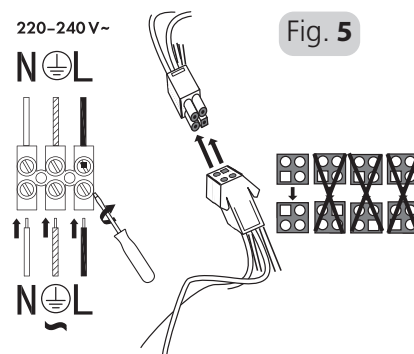

Fig. 5
Braunes Kabel: Phasenleiter (L), Blaues Kabel: Nulleiter (N), Grün/Gelb: Erdleiter. Siehe Abb. 5.
3. Schließen Sie die Verkabelung des Deckenventilators an, indem Sie den Schnellstecker anschließen. Siehe Abb. 5.
Brown wire: L, Blue wire: N, Green/yellow: Ground. Refer to Fig 5.
3. Connect the ceiling fan wiring by connecting the quick connector plug. Refer to Fig 5.
Câble marron : L, Câble bleu : N, Vert/jaune : Terre. Voir Figure 5.
3. Branchez le câblage du ventilateur de plafond en connectant la fiche du connecteur rapide. Reportez-vous à la figure 5.
2. filo marrone: L, filo blu: N, verde/giallo: terra. vedere fig. 5.
3. Collegare il cablaggio del ventilatore a soffitto collegando la spina del connettore rapido. Fare riferimento alla Fig 5.
Bruine draad: L, Blauwe draad: N, Groen/geel: Aarde. Zie Fig. 5.
3. Sluit de bedrading van de plafondventilator aan door de stekker van de snelkoppeling aan te sluiten. Zie fig. 5.
Fio castanho: L, Fio azul: N, Verde/amarelo: Terra. Consulte a Fig. 5.
3. Conecte a fiação do ventilador de teto conectando o plugue rápido do conector. Consulte a Fig. 5.
3. Anslut takfläktens ledningar genom att ansluta snabbkontaktkontakten. Se fig 5.
3. Conectați cablajul ventilatorului de tavan prin conectarea prizei conectorului rapid. Se referă la Fig. 5.
Коричневый провод: L, Синий провод: N, Зеленый/желтый: Заземление. См. рис. 5.
3. Подключите проводку потолочного вентилятора, подключив разъем быстрого подключения. См. рис.5.